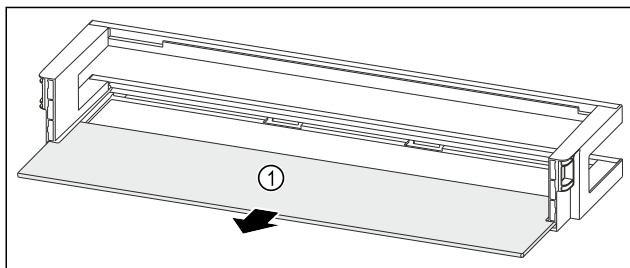

Fig. 91 Dveřní přihrádka s odkládací plochou
- ▶ Odkládací plochu Fig. 91 (1) odeberte.